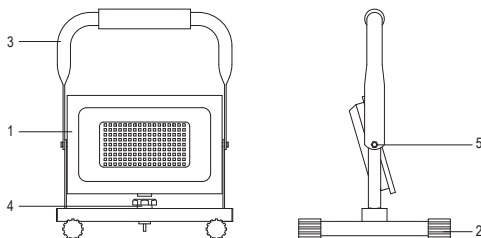

Рисунок 3
4.2 Подготовка переноски к работе (рисунок 3):
- закрепить подставку (4) с прожектором (1), при помощи специального винта (4);
- закрепить ручку (3) с прожектором (1), при помощи двух винтов (5);